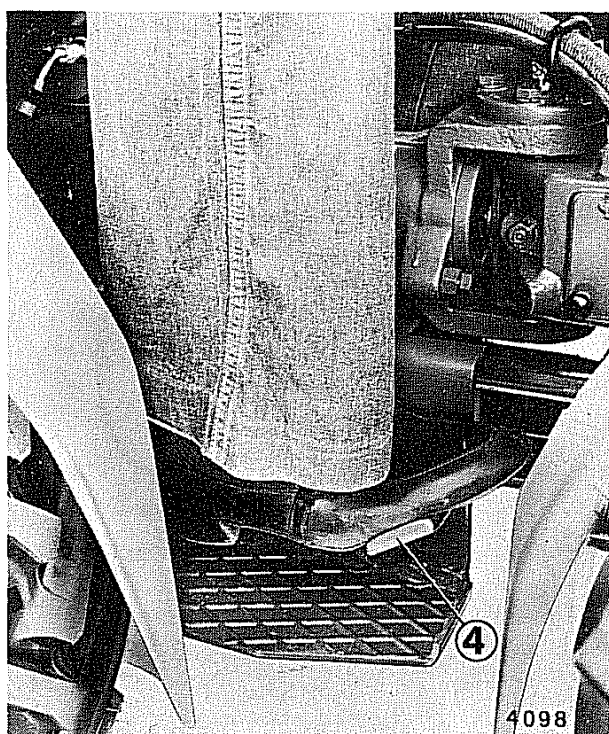

Fig. 10 - Frenatura di servizio.
Di tipo meccanico con comando a pedale (4) agisce sulle ruote posteriori della trattrice (fig. 10).